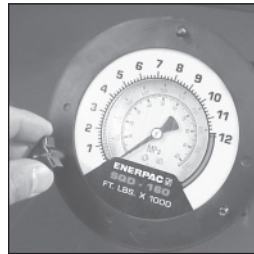

図 9
1. ゲージの正面フランジを所定の位置に保持している3つの黒いウイングノブを外します(図9)。
4. オーバーレイとフランジを重ねるように持ちながら(図10参照)、フランジをノブのスタッドに入れます。必要であればオーバーレイの位置を調整して、ノブを指で締め付けます(図9参照)。